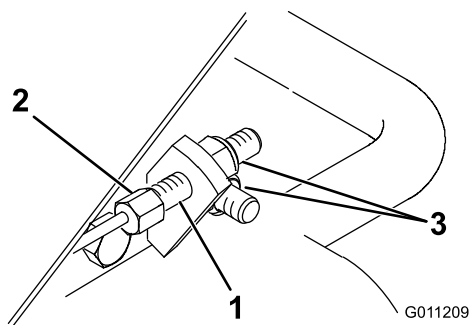

Figura 48
1. Tensione o cabo prendendo a extremidade hexagonal do cabo com uma chave de bocas e rodando a porca na extremidade do cabo com outra chave (Figura 48).